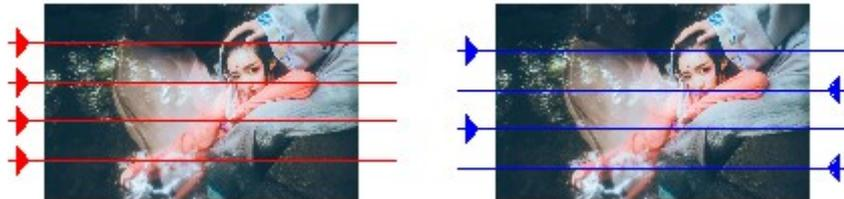

图 4-56 (左为单向扫描; 右为双向扫描)
**双向扫描:**指加工时位图的扫描方向是双向来回扫描,如图 4-56 所示。